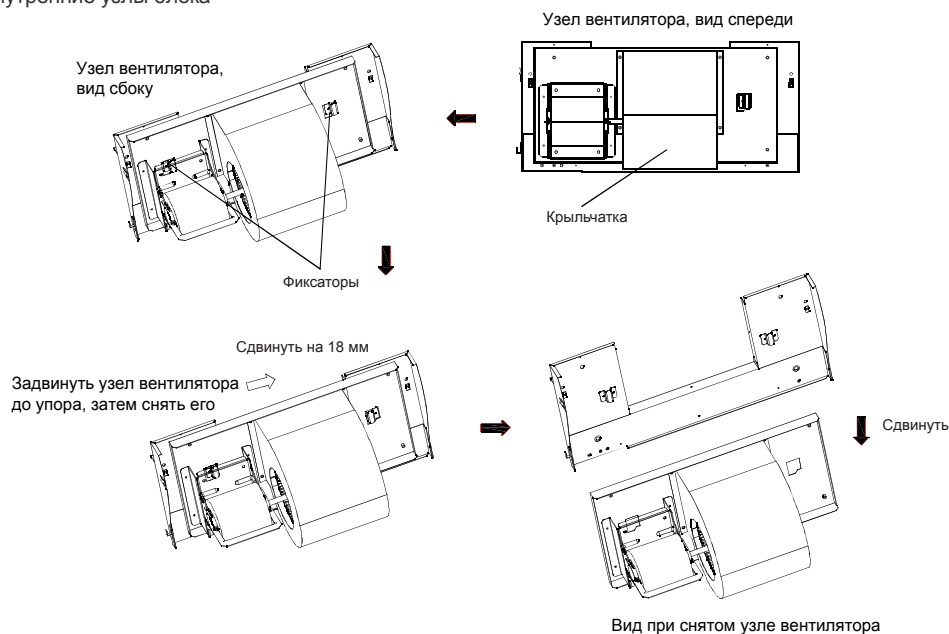

Рис. 4-14
4. Задвинуть узел вентилятора до упора, затем аккуратно приподнять его и снять (см. рис. 4-14).